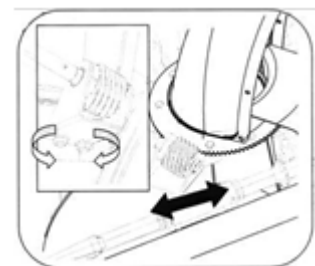

Abb. 34
2. Ziehen Sie die Muttern fest. Siehe Abbildung 34.